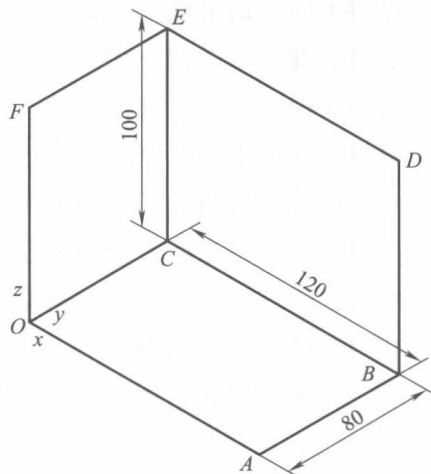

图 1-2 线框立体图
(3) 输入“终点坐标” $B(120, 80, 0)$ →按回车键,得到AB直线。
(4) 输入“终点坐标” $C(@-120, 0, 0)$ →按回车键,得到BC直线。
(5) 输入“终点坐标” $O(@0, -80, 0)$ →按回车键,得到CO直线。
(6) 按F9键,将当前面切换为YOZ平面。
(7) 输入“终点坐标” $F(@0, 0, 100)$ →按回车键,得到OF直线。
(8) 输入“终点坐标” $E(@0, 80, 0)$ →按回车键,得到FE直线。
(9) 输入“终点坐标” $C(@0, 0, -100)$ →按回车键,得到EC直线。
(10) 按F9键,将当前面切换为XOZ平面。
(11) 捕捉E点,输入“终点坐标” $D(@120, 0, 0)$ →按回车键,得到ED直线。
(12) 输入“终点坐标” $B(@0, 0, -100)$ →按回车键,得到DB直线→右击结束,结果如图1-2所示。